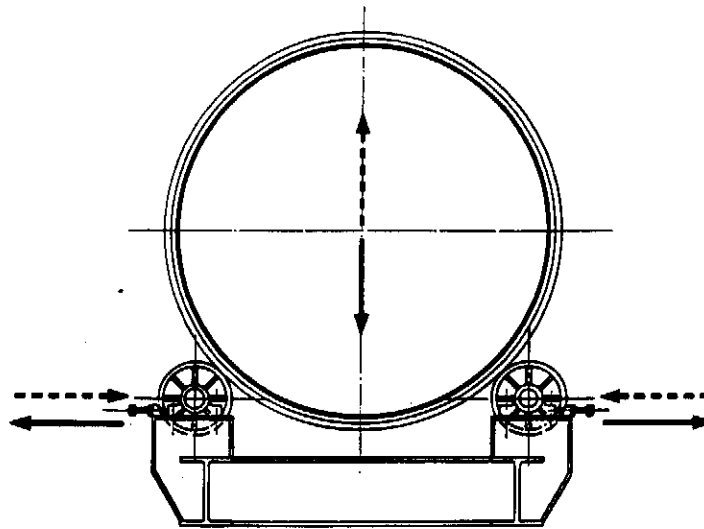

Abb.10
**b) Verschiebung der Drehachse in vertikalem Sinn (siehe Abb.10).**